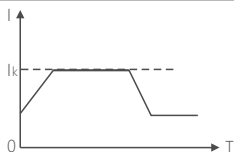

图6.2 起动限流示意图
**F06 起动限制电流** 可设定范围：(50~500)%Ie或者(1~6000)A，%是指电机额定电流的百分比(即参数F19的设定值)。(当F08设为0、2时，该处设定值显示电流值，而不是百分比)。该值用于设定软起动器带电动机起动时的最大限制电流，即当软起动器输出电压增大时，其输出电流将保持在该设定值以内，直至电动机完全起动，电流一时间见图6.2。其中Ik为F06设定值。